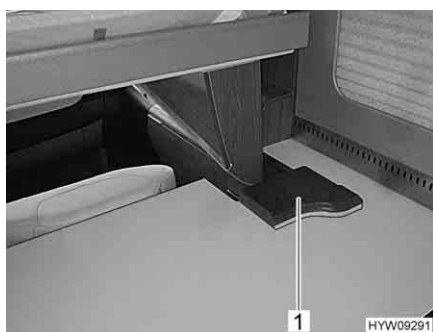

Fig. 103 Tavolo bar, incavo aperto
- Prima di abbassare il letto basculante, ruotare verso l'alto l'incavo ribaltabile (Fig. 103,1) sulla parte anteriore del tavolo bar e posare sul piano del tavolo.